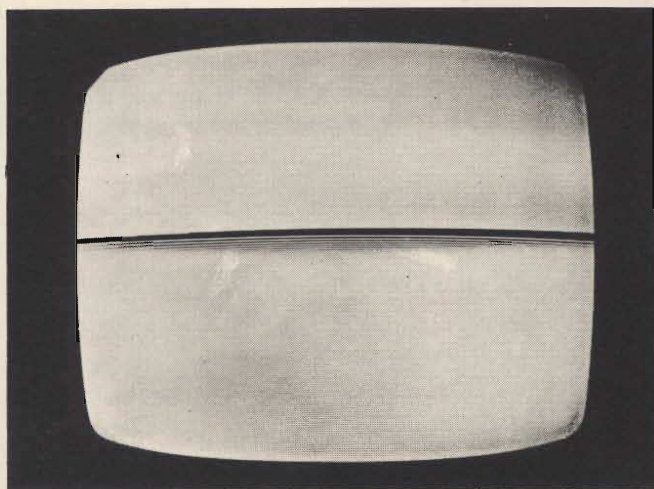

Fig. 8 - Immagine raffigurante una perdita del sincronismo verticale.
I) Si può verificare la sola perdita del sincronismo verticale e presentare sullo schermo una immagine simile a quella di fig. 8. In tal caso regolare R4 fino alla sincronizzazione.